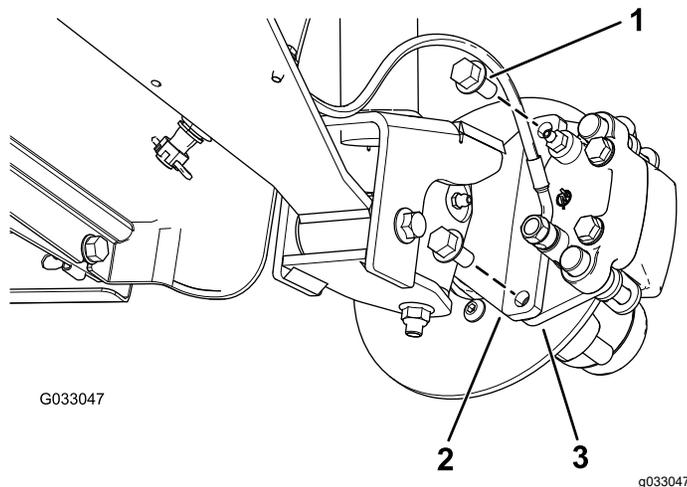
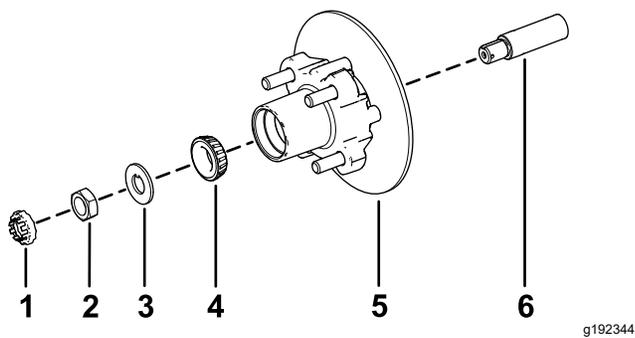

図 33
図 37
3. ブレーキアセンブリ用のブラケットをスピンドルに固定しているフランジヘッドボルト $\frac{3}{8}$ " x $\frac{3}{4}$ "を外してスピンドルからブレーキを取り外す 図 33。
- スピンドルに所定のグリスを薄く塗る 図 37。
2. ハブとロータをスピンドルに取り付ける。ロータを内側にあること 図 37。
3. スピンドルに外側ベアリングを取り付けてレースにはめる 図 37。
4. スピンドルにタブワッシャを取り付ける 図 37。
5. スピンドルにスピンドルナットを取り付け、ハブを回してベアリングを着座させながらナットを 15 N·m 1.52 kg·m = 11 ft·lb に締めつける 図 37。
2. ブレーキパッドをロータのそれぞれの側に合わせ 図 33、キャリパブラケットの穴と、スピンドルフレームのブレーキ取り付け部の穴を整列させる 図 37。
3. キャリパブラケットをスピンドルフレームに固定する 図 33 フランジヘッドボルト $\frac{3}{8}$ " x $\frac{3}{4}$ " 2本を使用する。